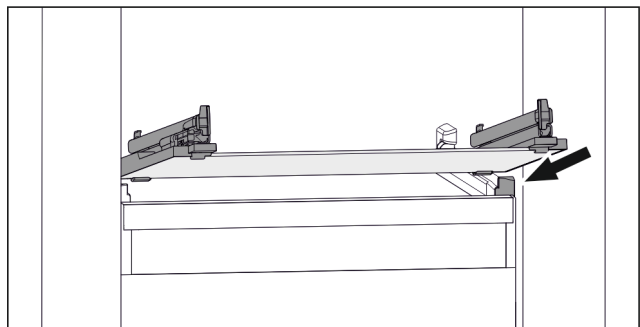

Fig. 122 Примерное отображение стеклянной пластины
- ▶ Наклоняя вниз, установите стеклянную пластину за стопоры. (см. Fig. 122)